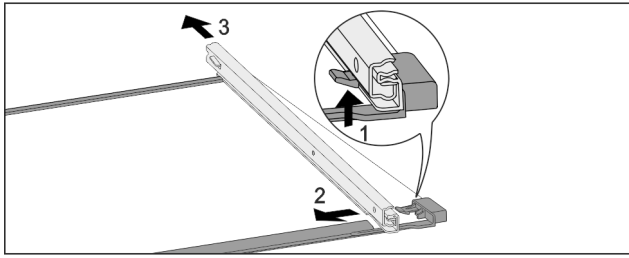

Fig. 190 Siinidega klaasplaat
- ▶ Vajutage eesmist fiksaatorkonksu ülespoole. Fig. 190 (1)
- ▶ Lükake väljatõmbesiooni küljele Fig. 190 (2) ja tahapoole Fig. 190 (3) eemale.